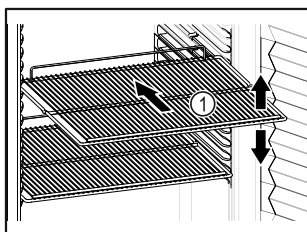

Fig. 48 Exempel
- ☐ Om gallren Fig. 48 (1) kan flyttas om ska de anpassas på höjden.